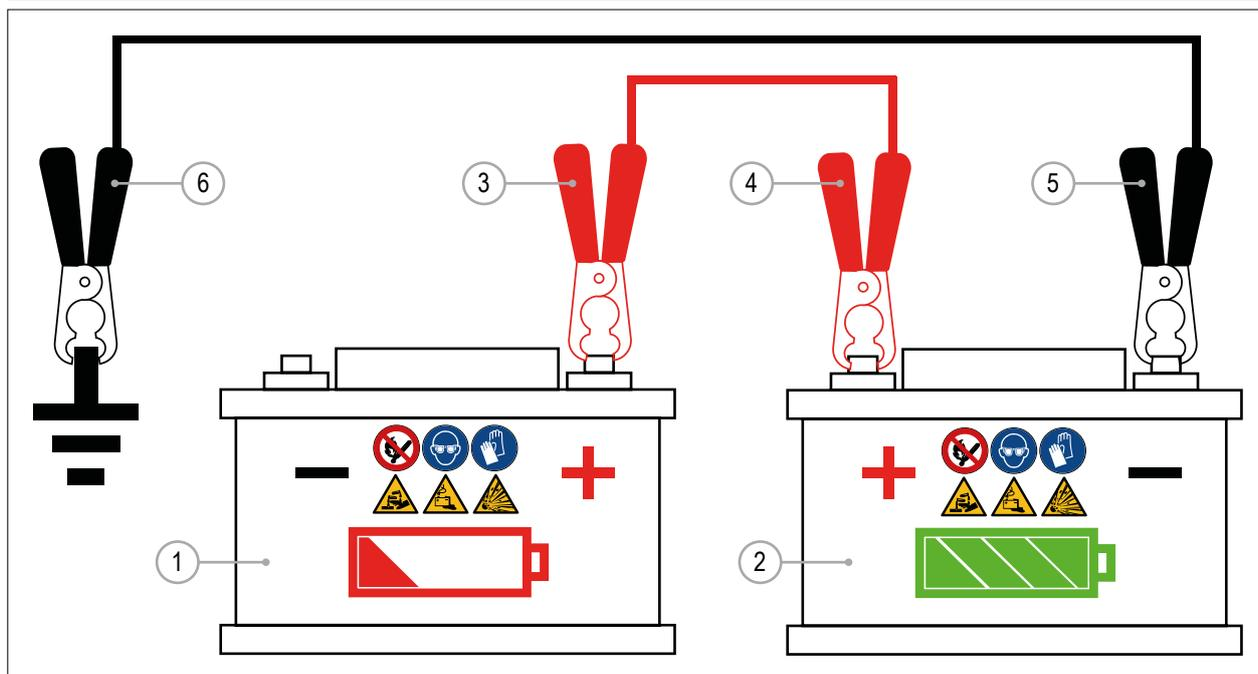

РИС. 37
Если аккумуляторная батарея машины (РИС. 37 - Сс. 1) неисправна, двигатель можно запустить с помощью вспомогательного аккумулятора и комплекта кабелей (РИС. 37 - Сс. 2)
- 4) Подсоедините положительный (+) кабель вспомогательного аккумулятора к положительной (+) клемме аккумулятора машины (РИС. 37 - Сс. 3). Возможно подключение к положительной клемме стартера (РИС. 44 - Сс. 4).
- 5) Подключите другой конец положительного (+) вспомогательного кабеля к положительному (+) полюсу вспомогательного аккумулятора (РИС. 37 - Сс. 4).
- 6) Подсоедините отрицательный (-) кабель вспомогательного аккумулятора к отрицательному (-) полюсу вспомогательного аккумулятора (РИС. 37 - Сс. 5).
- 7) Подсоедините другой конец отрицательного (-) вспомогательного кабеля к металлической части рамы машины или двигателя в отдалении от аккумулятора машины (РИС. 37 – Сс. 6).